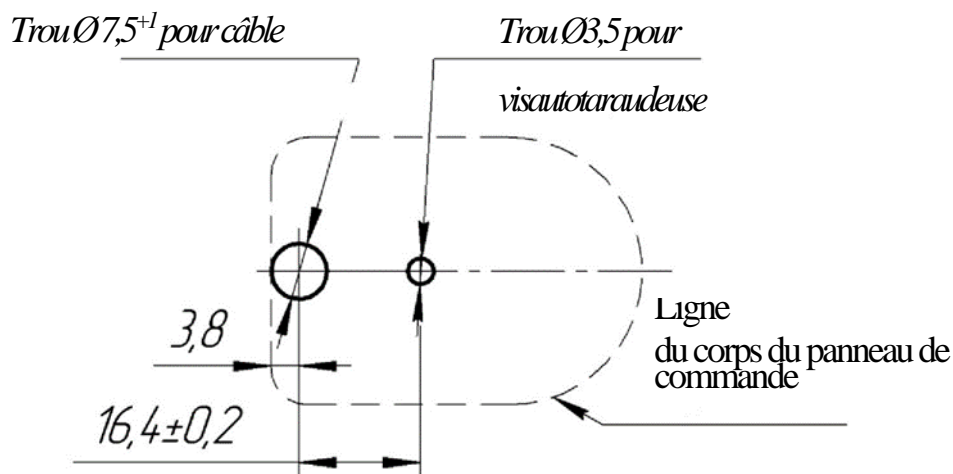

Fig.1
- Effectuer le marquage des trous (voir Fig. 1) pour le montage du panneau de commande sur la la surface de montage (un trou pour le câble et un trou pour la vis autotaraudeuse).